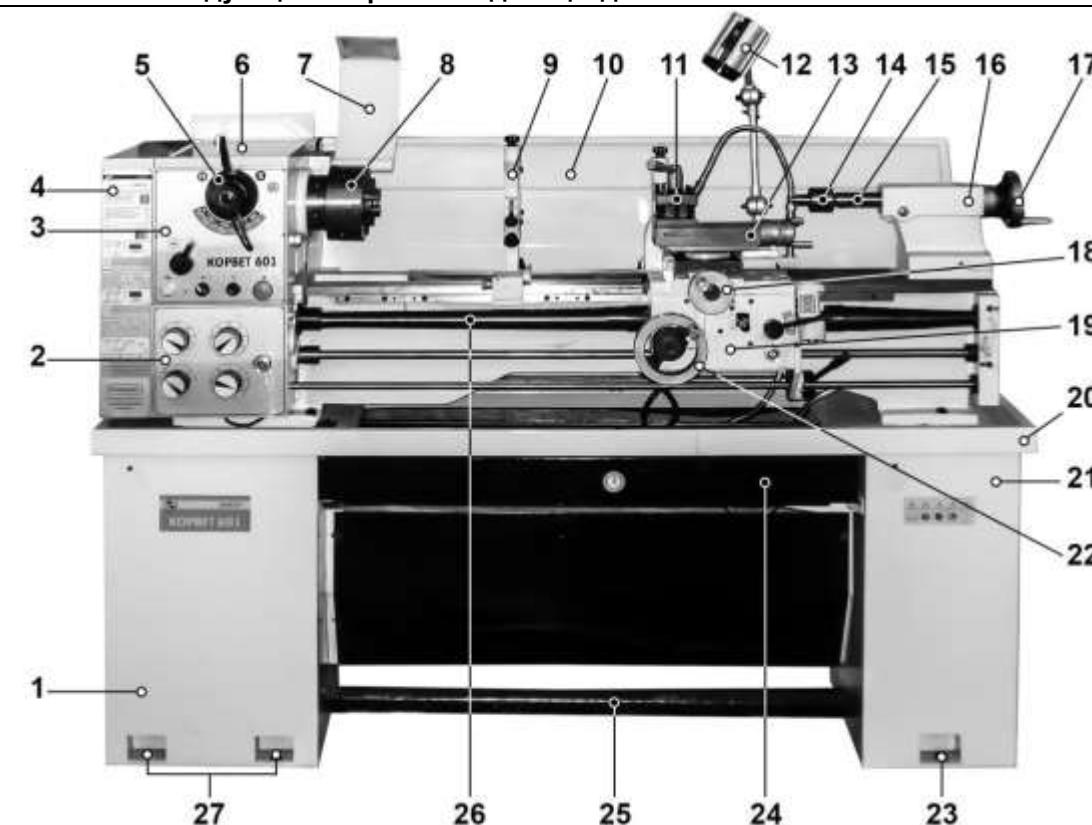
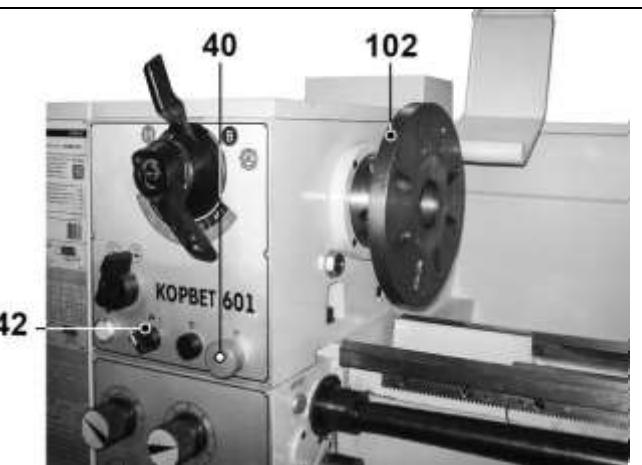

Рис. 5
Рис. 21
7. УСТРОЙСТВО СТАНКА (Рис.5)
8.1. 8.2. Из комплекта поставки, Рис.1, ручки (У) установите на маховики: подачи поперечного суппорта (18) и ручной подачи каретки (22), Рис. 5.
8.5. В конус пиноли (15) задней бабки (16) установите центр (14), Рис. 5. При выполнении сверления – сверлильный патрон с конусом МТ3 приобретается отдельно.
9. ОРГАНЫ УПРАВЛЕНИЯ И КОНТРОЛЯ (Рис. 5 – 15)
10.5. Для охлаждения и смазки режущего инструмента и обрабатываемой заготовки используйте СОЖ. Состав и концентрация смазывающей охлаждающей жидкости определите из учебной и справочной литературы применимо к марке обрабатываемого металла и режущего инструмента. Демонтируйте съемный щиток (113) с боковой панели правой тумбы (21); в ёмкость (105) налейте СОЖ. Объём ёмкости 4литра. Наконечник гибкой подводки (110) направьте в поддон (24), Рис.5. Флажок крана (109) поверните на четверть оборота по часовой стрелке. Соблюдая меры предосторожности, включите станок. Ручкой (42) включите подачу охлаждающей жидкости, Рис.21. Проверьте беспрепятственный слив жидкости из поддона (106) через патрубок (107) и через патрубок (104) обратно в ёмкость (105). Убедившись в правильности работы системы подачи охлаждающей жидкости, нажмите на кнопку (40), выключите станок. Установите и закрепите съемный щиток (113) с боковой панели правой тумбы (21).